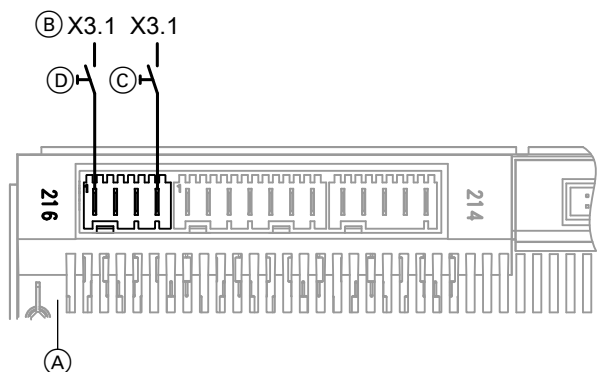

Abb. 57
- An der Wärmepumpenregelung gemäß Abb. 57